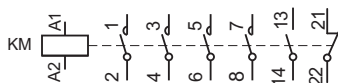

Figure VI.30 – Contacteur avec contacts principaux et auxiliaires
**N.B.** Certains constructeurs offrent la possibilité de monter sur le contacteur des blocs additifs de contacts auxiliaires. Ceux-ci peuvent être instantanés, retardés à l'action ou retardés au relâchement (Figure VI.30).